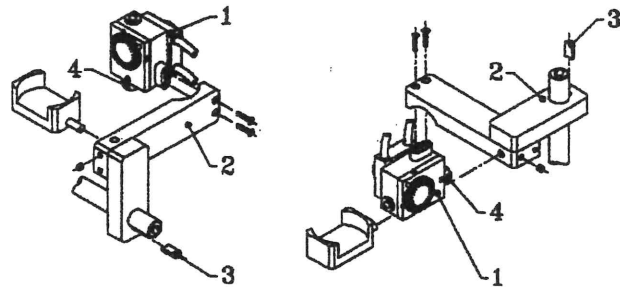

Bild 19: Aufbau der Tintenpumpe
1. Befestigen Sie die Tintenpumpe (1) in der gewünschten Position an dem Tintenpumpenhalter (2), siehe Bild 19.